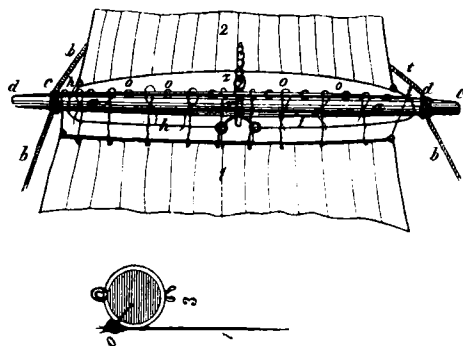

Рис. 147.
къ кольцу реи прикрѣпляютъ еще другое горизонтальное кольцо. Это кольцо надѣваютъ снизу на стеньгу, прежде чѣмъ укрѣпить нижній конецъ стеньги въ марсъ. Если же ты не считаешь удобнымъ сдѣлать реи поднимающимися и опускающимися, тогда привяжи ихъ къ стеньгѣ двойной петлей, но не слишкомъ плотно, чтобы можно было поворачивать реи въ стороны и ставить паруса бокомъ. Поворачиваютъ рею бечевками, которыя привязываютъ къ ея концамъ (рис. 147, *bb*). Эти бечевки называются *брасами*. Брасы протягиваются отъ передней мачты, или такъ называемой *фокъ-мачты*, къ средней или *гротъ-мачтѣ*, отъ гротъ-мачты къ третьей мачтѣ или *бизань-мачтѣ*; брасы бизань-мачты въ свою очередь протягиваются къ гротъ-мачтѣ. Всѣ брасы должны быть такой длины, чтобы они доходили до палубы; тамъ они прикрѣпляются по бокамъ каждой мачты къ такъ называемой *кофель-планкѣ*. Эта кофель-планка обозначена на рисункѣ 146 буквой *i*. Въ дырки кофель-планки вставляютъ булавки со спиленными остриями. Къ этимъ булавкамъ и привязываютъ брасы, спускающіеся съ рей. Но чтобы удобнѣе было поворачивать брасами реи, ихъ пропускаютъ сначала черезъ штаги и только послѣ того привязываютъ къ кофель-планкѣ.
петель (рис. 147, о). Сквозь петли продѣваютъ прямую проволоку такой длины, чтобы она доходила отъ одного нока до другого. Къ этой проволокѣ привязываютъ короткими веревочками нижній парусъ (рис. 147, 1). На рисункѣ парусъ (1) изображенъ еще неподтянутымъ къ реѣ, чтобы видно было, какъ онъ укрѣпленъ. Веревочки, прикрѣпленные къ парусу, перекидываютъ черезъ проволоку, подтягиваютъ парусъ къ самой реѣ и завязываютъ здѣсь веревочки, какъ это показано на рисункѣ 147, 3. Этотъ рисунокъ изображаетъ поперечный разрѣзъ черезъ рею; буквой о на немъ обозначена петля, къ которой привязывается парусъ, а цифрой 1—самый парусъ.